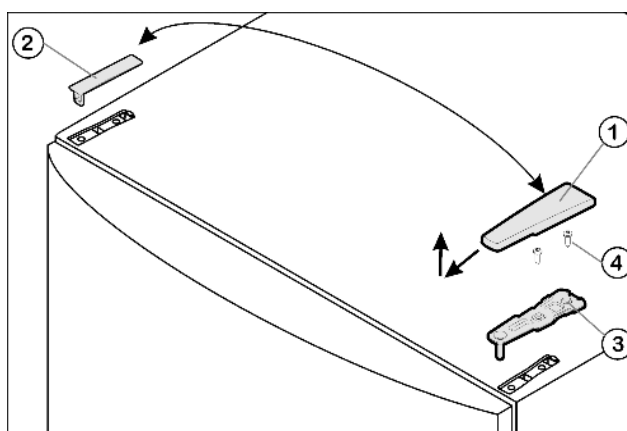

Fig. 4
- ▶ Потяните крышку Fig. 4 (1) вперед и вверх.
- ▶ Снимите крышку Fig. 4 (2).
- ▶ Открутите верхний опорный кронштейн *Fig. 4 (3)* (2 шт. Torx® 25) *Fig. 4 (4)* и вытяните вверх.
- Установите верхний опорный кронштейн Fig. 4 (3) на новой стороне шарнира и защелкните в дверце.
- Привинтите верхний опорный кронштейн (**с моментом 4 Нм**) (2 шт. Torx® 25) Fig. 4 (4). При необходимости проделайте отверстия или используйте аккумуляторную отвертку.
- Наденьте и защелкните крышку Fig. 4 (1) и крышку Fig. 4 (2) на противоположной стороне снаружи.